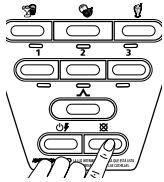

Fig. 23
2. Pressione o botão para parar quando em qualquer momento que desejar interromper o funcionamento (Fig. 23).
2. Pressione o botão para parar quando em qualquer momento que desejar interromper o funcionamento Fig. 23).